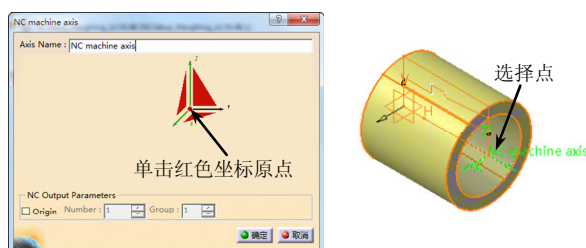

图 6-91 定义加工坐标系（2）
- 在“Default reference machining axis for Part Operation.1”对话框的“Axis Name”文本框中输入“NC machine axis”作为坐标系名称如图 6-91 所示，单击红色坐标原点，选择如图 6-91 所示的点，系统自动以该点作为坐标原点，定
义加工坐标系（2）如图 6-91 所示。